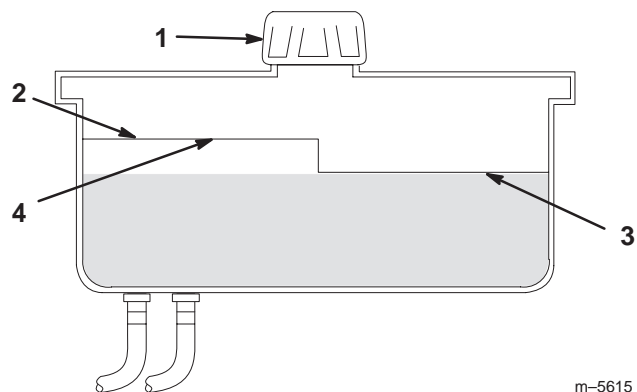

Figure 50
2. Nettoyez la surface autour du goulot de remplissage du réservoir hydraulique (Fig. 50).
3. Enlevez le bouchon du goulot de remplissage et vérifiez si le réservoir contient du liquide (Fig. 50).
Note: Lorsque l'huile est chaude, le niveau de liquide doit atteindre le haut du repère **à chaud** sur le déflecteur (Fig. 50).